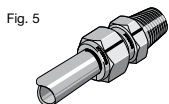

Fig. 5
1. Antes de desmontar el racor, marque el tubo por detrás de la tuerca; trace también una línea uniendo los hexágonos de la tuerca y del cuerpo. *Fig. 5.*